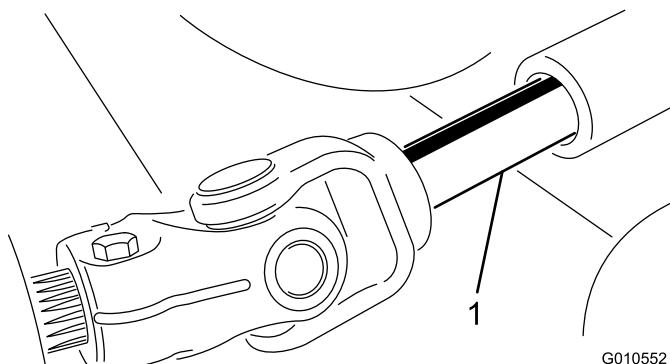

Figure 22
5. Éloignez le plateau de coupe de la machine, en séparant les parties mâle et femelle de l'arbre de PDF (Figure 22).
3. Insérez l'arbre de PDF mâle dans l'arbre de PDF femelle (Figure 22).